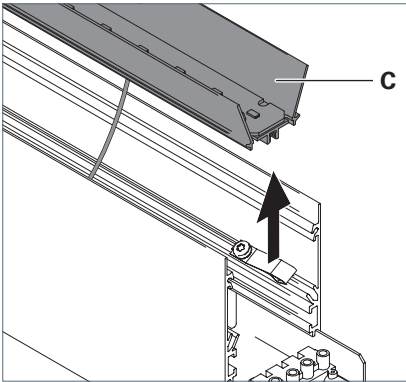

Fig. 14: Reflektor herausnehmen.
- ▶ Nehmen Sie den Reflektor **C** aus der Leuchte heraus und legen Sie ihn neben die Leuchte, siehe Fig. 14.